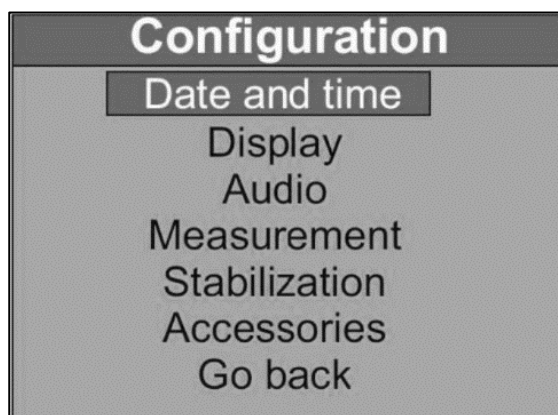

**Figura 7** – *Display Survey* com símbolos “R”, indicando que as leituras estão sendo gravadas, e “+”, indicando que um GPS externo está conectado.
*Start recording* permite a gravação automática das leituras de Contagem Total e/ou das leituras do *Display Assay Results* na memória. Esta opção é utilizada para a realização de levantamentos contínuos, como medições em testemunhos de sondagem ou perfis lineares. Quando esta opção é selecionada, um símbolo “R” aparecerá durante as leituras, indicando a gravação. Essa ação pode ser realizada de forma conectada a um GPS, caso este possua a opção de conexão *Bluetooth*, e neste caso aparecerá o símbolo “+” (Figura 7).